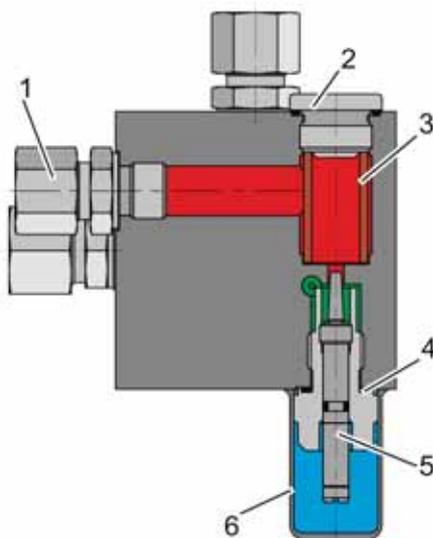

Abb. 25: Zuströmventil, Prinzipdarstellung
2. Die Spindel (Abb. 25/5) mit einem entsprechenden Schlitzschraubendreher einstellen.